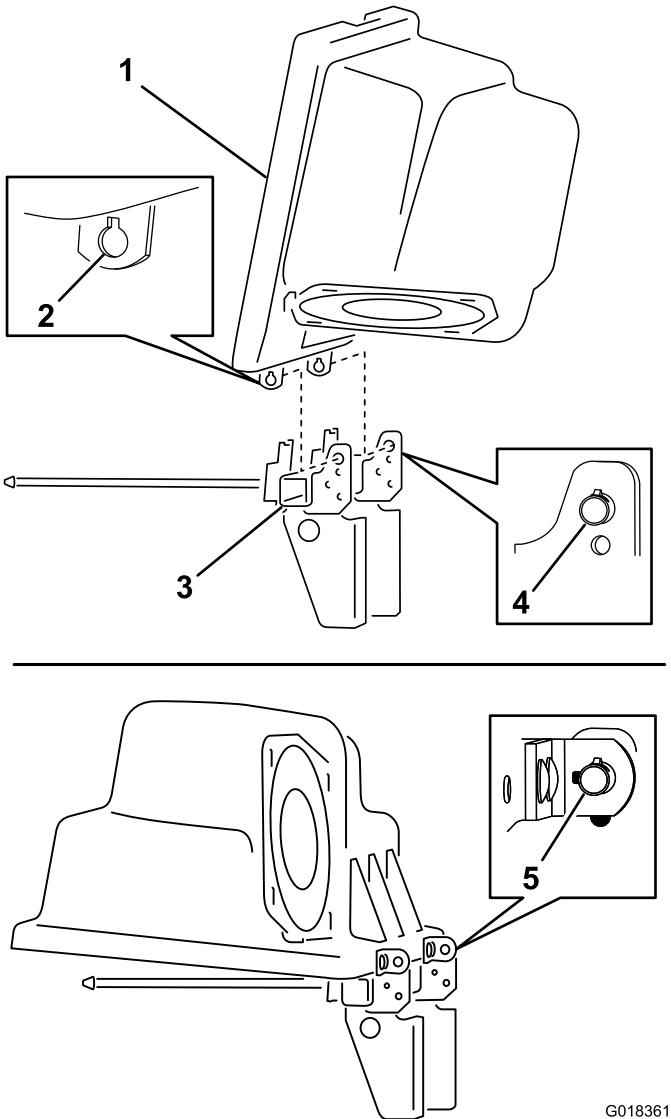

図 16
- フードについているフードブラケット左右のブラケットにあるキー穴付きスロットを探し出す図16。
- ホッパーサポートフレームについているホッパーサポートフレーム上部にあるピボットピンのキー付きピン2本を探し出す図16。
3. キー穴のスロットが上になるようにフードを回転させ、フードをキー付きピボットピンの右側に合わせる図 16。
4. フードをホッパーフレームに組み付けるキー穴付きブラケットをキー付きピンに被せるように差し込む図 16。
5. フードを下に下ろし、図 16のようにホッパーサポートフレームに固定する。